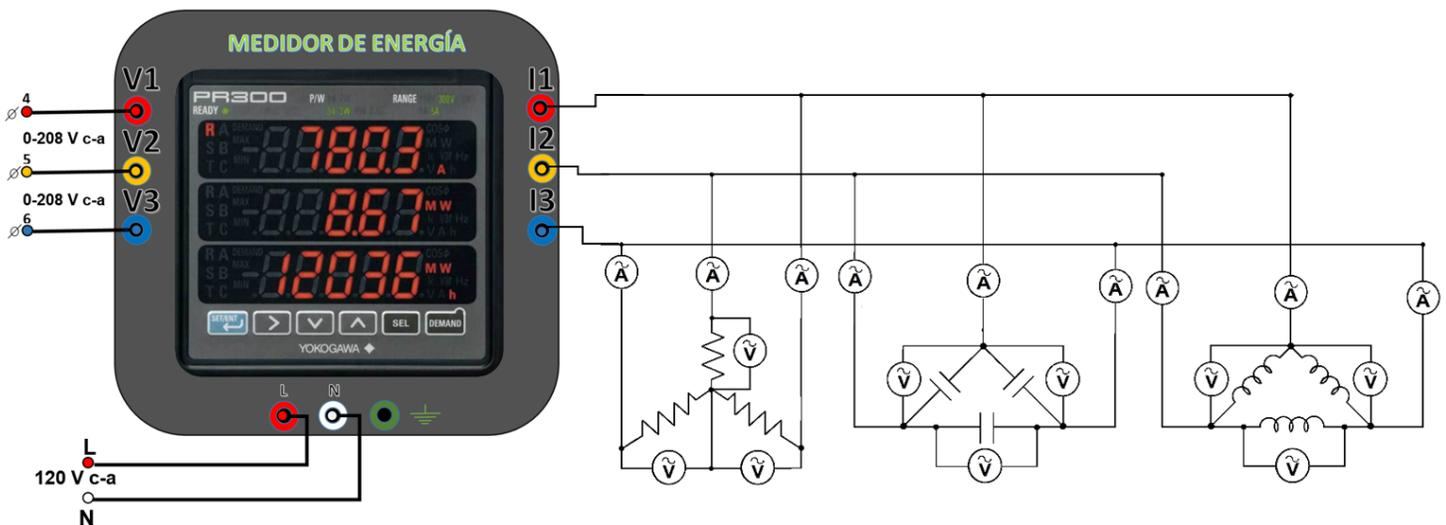

Figura 10.3.
10.2. Arme el circuito mostrado en la figura 10.3 sin energizar.
10.2.1. Verifique que la fuente se encuentre en 0 V y energice el circuito gradualmente, realice las mediciones que se observan en la figura 10.3. Promedie las mediciones y regístrelas en la tabla 10.3.